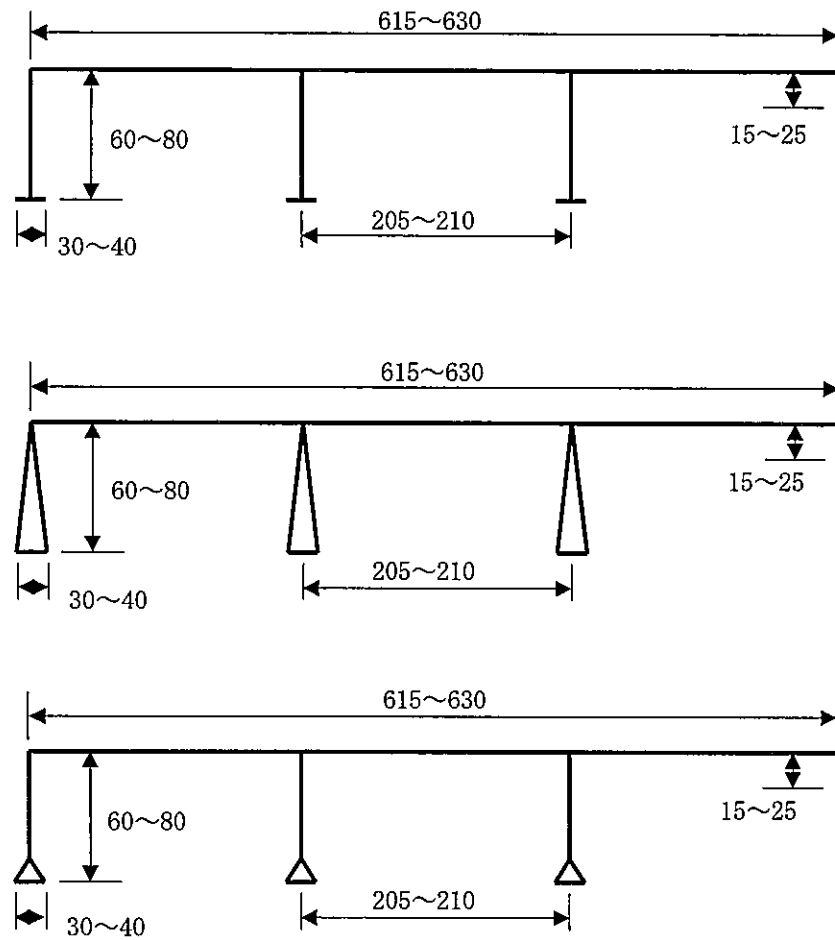

図5 フラットデッキの断面形状
下地	<p>折板製下地 以下の①または②のいずれかの仕様とする。</p> <p>①デッキプレート (JIS G 3352) : 高さ 25mm 以上 鋼板厚さ 1.0mm 以上 鋼板種類 : SDP1T、SDP1TG、SDP2、SDP2G、SDP3</p> <p>②フラットデッキ : 高さ 60~80mm 鋼板厚さ 1.0mm 以上 鋼板種類 : 溶融亜鉛めっき鋼板 (JIS G 3302) 溶融亜鉛-5%アルミニウム合金めっき鋼板 (JIS G 3317) 溶融 55%アルミニウム-亜鉛合金めっき鋼板 (JIS G 3321) 建築構造用溶融亜鉛-アルミニウム-マグネシウム合金めっき鋼板 (国土交通大臣認定指定建築材料第 MSTL-0069 号または第 MSTL-0070 号)</p> <p>・フラットデッキの断面形状を図 5 に示す。</p>